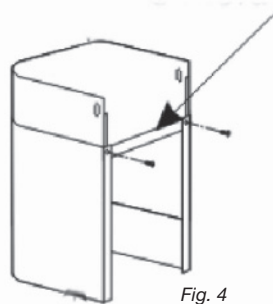

Fig. 4
– Fixez l'étrier plat à l'arrière de la cheminée inférieure (pièce C fig. 4).
- Fixez l'étrier plat à l'arrière de la cheminée inférieure (pièce C fig. 4).